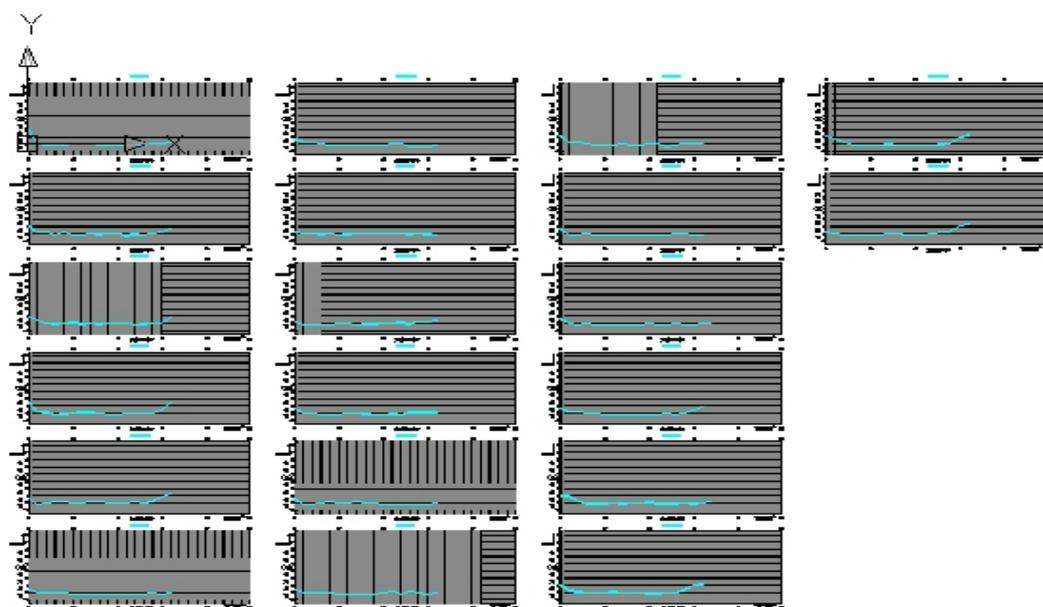

图 4-3
4、 断面生成完成后进入 CAD 系统，生成图 4-3 所示断面图；